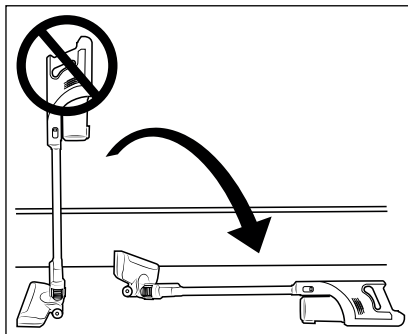

Fig. 9
- ▶ Stil ikke støvsugeren oprejst, hvis du ind imellem slukker den eller vil stille den fra dig. Sæt støvsugeren i vægholderen **18**, eller læg den på gulvet (se fig. 9 og 10). Ellers kan støvsugeren vælte på grund af dens høje tyngdepunkt og blive beskadiget og i uheldige tilfælde ødelægge andre genstande.